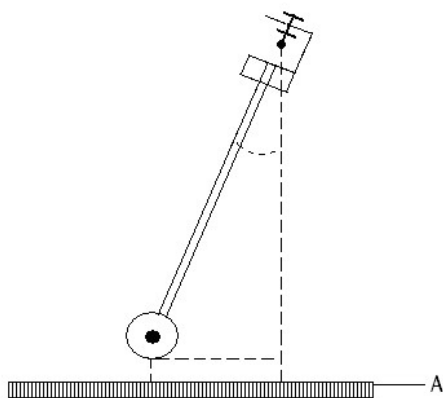

Fig. 1 Calibragem da tensão de saída
- Com auxílio de uma escala, determinar o ângulo de deslocamento geometricamente (vide Fig. 1) e atribuí-lo à tensão de saída correspondente.